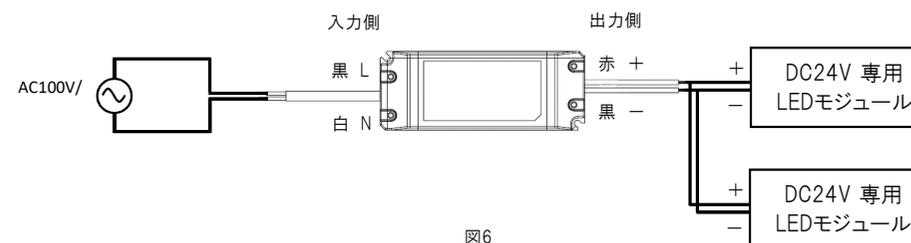

図6
- ・ 電源の容量範囲内であれば並列接続が可能です。(図6)